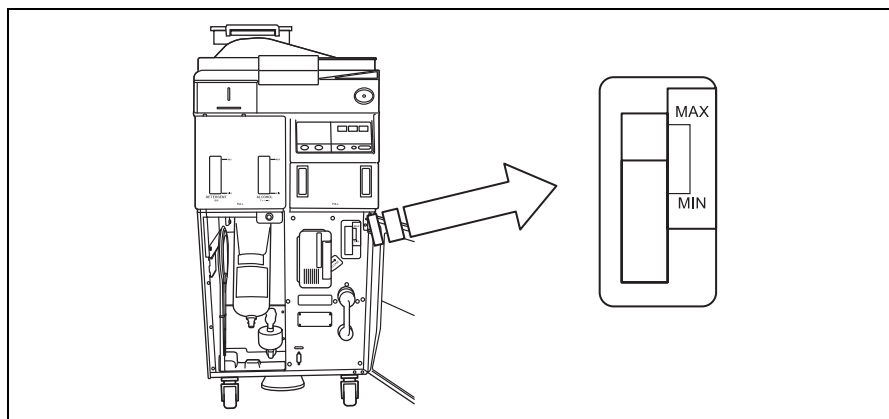

Рис. 7.82
7. Увеличение частоты звуковых сигналов указывает на почти полное заполнение резервуара раствором дезинфицирующего средства. Перестаньте заливать раствор и проверьте оборудование, а затем медленно добавьте немного раствора (см. Рис. 7.82).